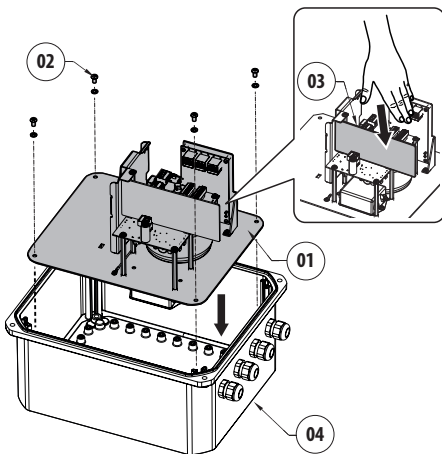

Abb. 9
Nachdem die gewünschte Bohrung durchgeführt wurde, die Kabeldurchführungen, die nicht im Lieferumfang enthalten sind, montieren und beim Nehmen der Platte für die Platinenabteilung (03) den Innenblock wieder (01) in den Kasten (04) einsetzen. Die Halterungsplatte des Innenblocks (01) mit den vorher entfernten Schrauben (02) befestigen (Abb. 9, Seite 12).